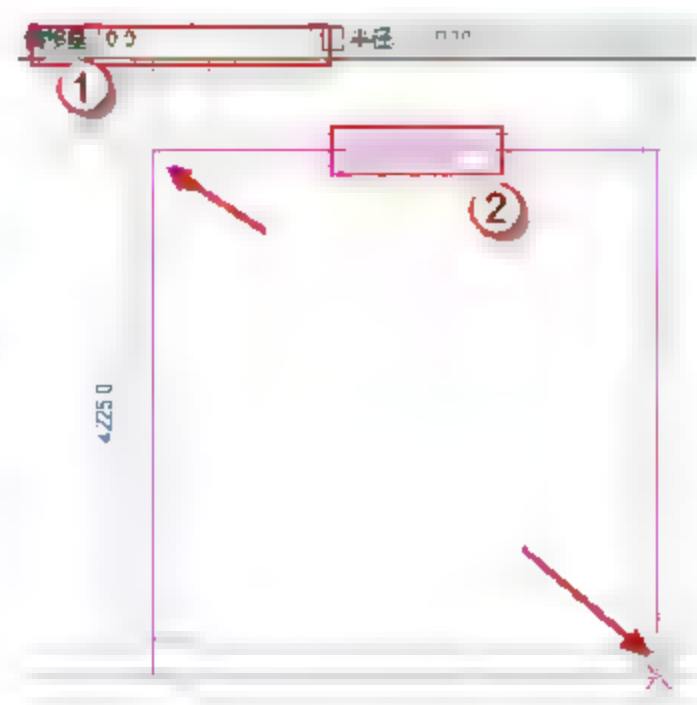

图 4.3.15 绘制 7 号板
(15) 绘制 7 号板，单击“矩形”按钮，绘制 7 号板，调整跨方向，将偏移量设置为 0，单击√按钮，完成绘制，如图 4.3.15 所示。